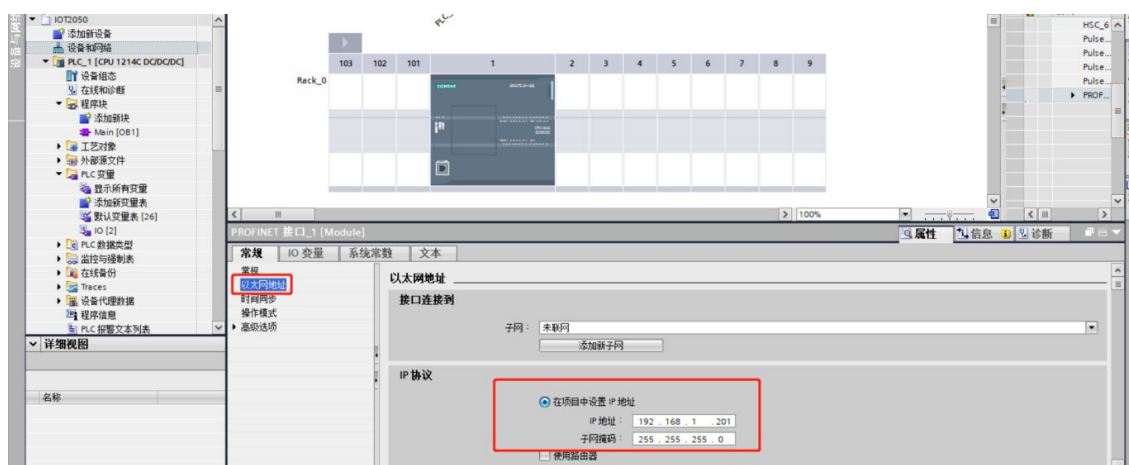

图1-21 PLC的IP地址设置
(3) 点击左侧项目目录中的“PLC_1-设备组态-以太网地址”，给 PLC 分配 IP 和子网，IP 地址为 192.168.1.201（保证 PLC 与本机 IP 处于同一网段），子网掩码为 255.255.255.0。如图 1-21所示。